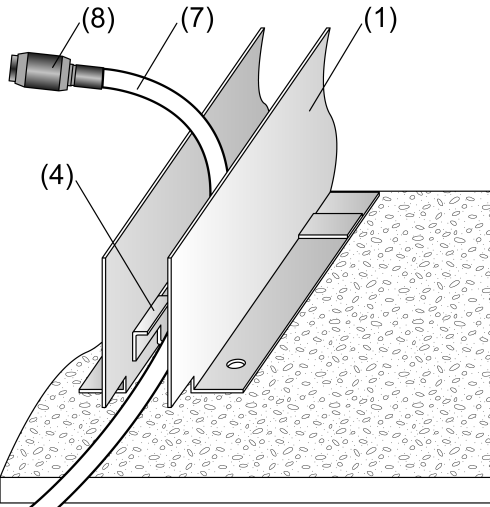

Bild 2
- Anschlussleitung (7) mit der Anschlusskupplung (8) in den Rahmen legen (Bild 2).